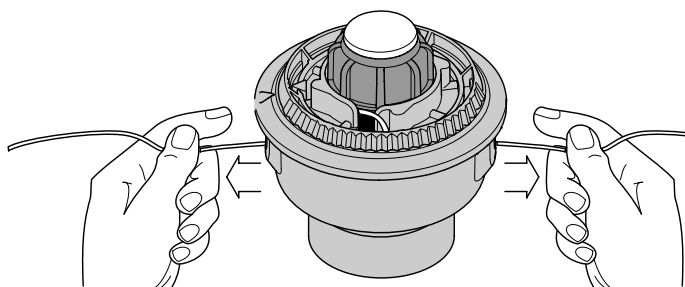

Fig. 17
9. Si le rembobinage du fil devient difficile ou si le fil se coince, tirez-en les extrémités de la bobine. Continuez de rembobiner le moulinet intérieur vers la gauche (Fig. 17).
Si le SpeedSpool^{MD} ne déroule pas le fil correctement, tirez fermement les extrémités du fil loin de la bobine (Fig. 17). Si cela ne suffit pas, suivez les instructions de *Nettoyage du SpeedSpool^{MD}* ci-dessous.